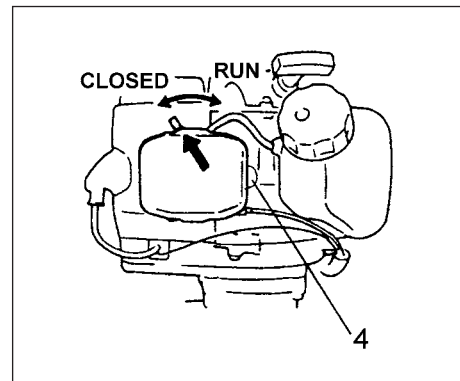

Fig. 2-3
- * Tryk snapsepumpen (4) adskillige gange, så brændstoffet flyder gennem pumpen eller returrøret. (hvis udstyret med det) (Fig. 2-3).
3. Sæt chokeren i positionen CLOSED. (Fig. 2-3)
5. Når du hører motoren ønsker at starte, så sæt chokeren tilbage til positionen RUN (åben). Træk så rekylstarteren kvikt igen. (Fig. 2-3)